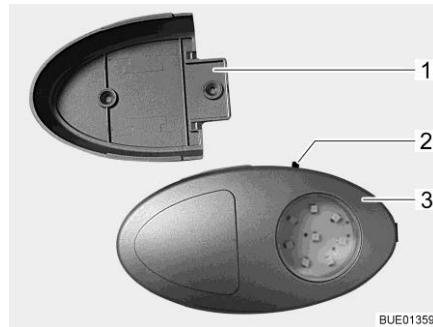

Fig. 86 Luce armadio guardaroba/torcia elettrica
- ▷ È possibile estrarre la luce armadio guardaroba dal supporto a vite (Fig. 86,1) e utilizzarla come torcia elettrica.
L'interruttore di accensione/spegnimento (Fig. 86,2) è montato direttamente sulla luce armadio guardaroba (Fig. 86,3).